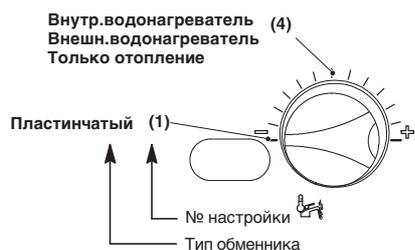

Рис. 24
- 5 Чтобы изменить настройку, поверните регулятор температуры горячего водоснабжения и установите его в **выбранное положение** (на рисунке, например, ручка установлена на **Только пластины**) (Рис. 24).